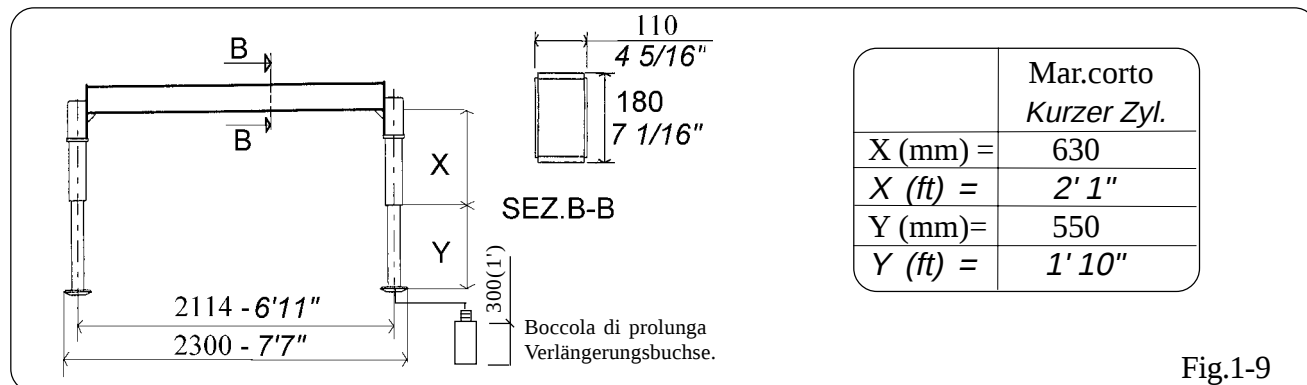
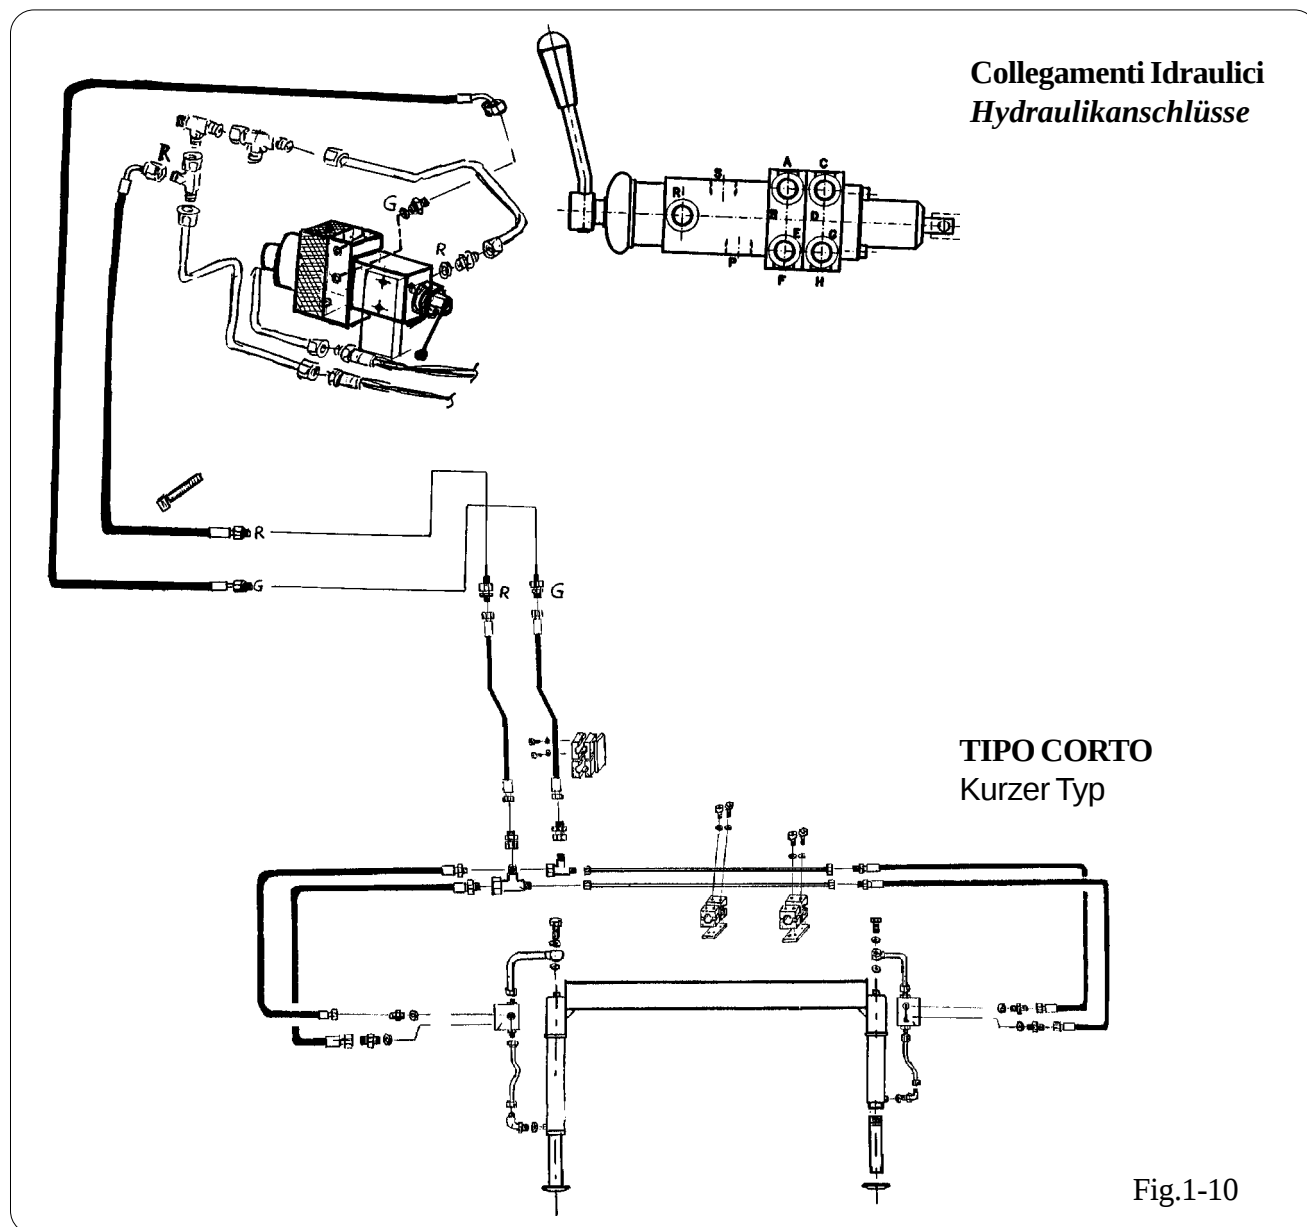

Fig.1-9
Fig.1-10
- **VERSIONE FISSA F21** (fig.1-9 - fig.1-10) con martinetti stabilizzatori di tipo corto .
- **FESTE VERSION F 21** (Abb. 1-9, 1-10) mit kurzen Stützbeinzylindern.